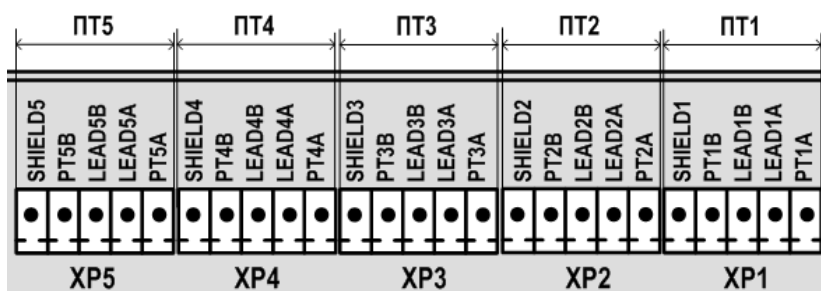

Рис.15. Обозначение коммутационных элементов подключения ПТ.
6.5.3.1. Входы каналов температуры 1...5 предназначены для подключения преобразователей температуры с номинальным значением сопротивления 100, 500 и 1000 Ом и номинальным значением тока от 0,2 до 1,0 мА. Обозначение коммутационных элементов для подключения ПТ показано на рис.15.